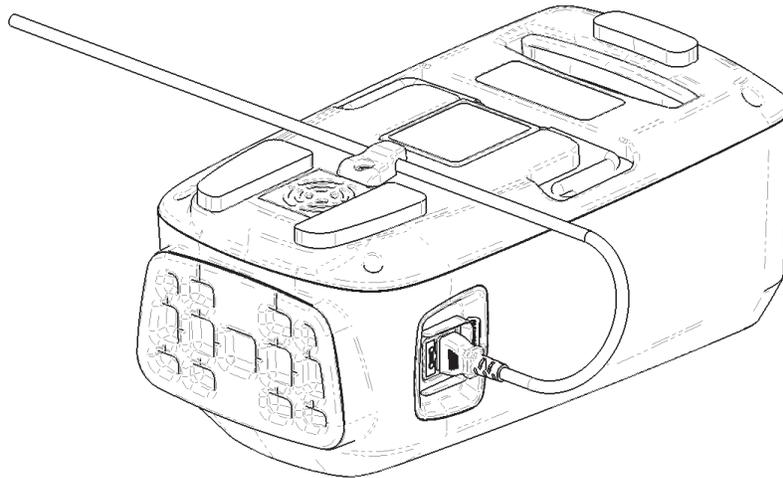

Figure 11 – Cordon d'alimentation fixé
11. Fixer le cordon d'alimentation (Figure 11).